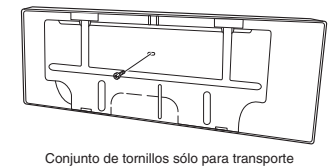

Fig. 3-31
- (1) Extraiga y deshágase del conjunto de tornillos del panel posterior. (Fig. 3-31)